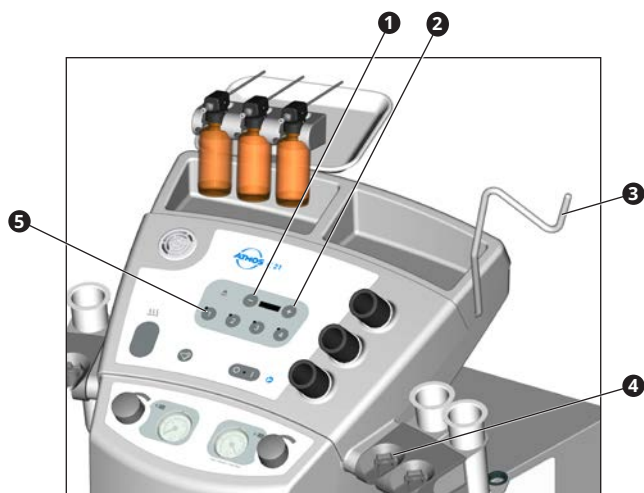

Fig. 13. Light Package 2 canales con 2 o 4 canales:
- Extraer el cable del soporte (4, Fig. 13) o el fotóforo de su soporte (3, Fig. 13).
- ☞ Puede encender manualmente la fuente de luz con las teclas 1-4 (5, Fig. 13).
- Presione la tecla 1 (Fig. 13), para reducir el brillo o la tecla 2 para aumentarlo.